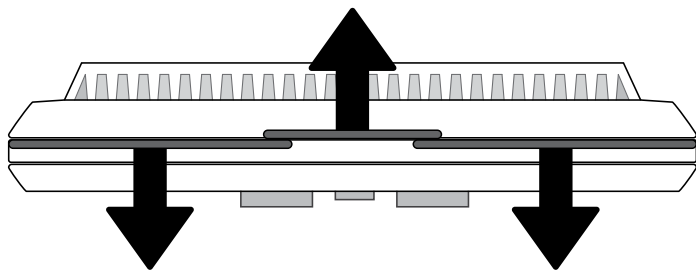

Figure 26.1
1. Séparez le corps du thermostat de la plaque de fixation en le tirant doucement (**Figure 26.1**)